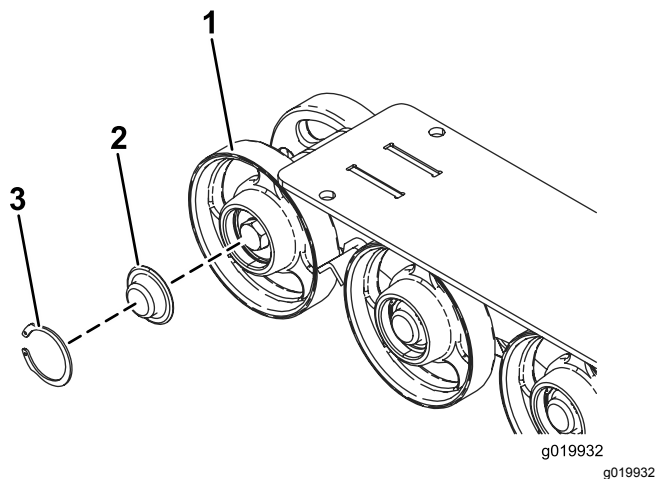

Figura 51
- Rimuovete l'anello elastico e il tappo da una ruota non motrice (Figura 51).
6. Controllate il grasso sotto il tappo e attorno alla guarnizione (Figura 51). Se è sporco, sabbioso o consumato, eliminatelo completamente, sostituite la guarnizione e applicate grasso nuovo.
8. Collocate il tappo ingrassato della ruota non motrice sulla testa del bullone (Figura 51).
9. Fissare il tappo della ruota con l'anello elastico (Figura 51).